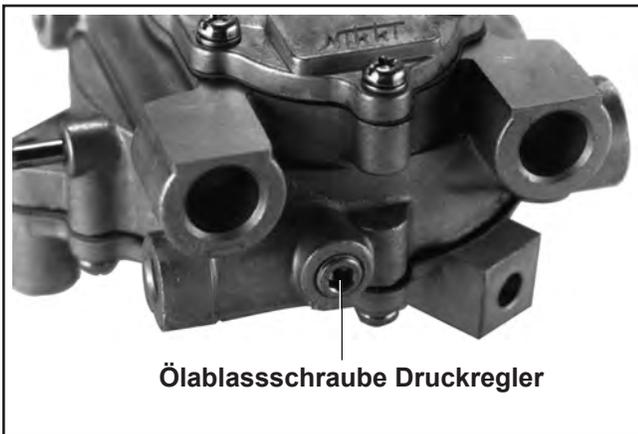

Abbildung 5A-23. Ablassschraube des Druckreglers (einige Modelle).
3. Den Leitungsverschluss 1/8 Zoll vom Boden des Druckreglers entfernen und die angesammelten Ablagerungen ablassen. Siehe Abbildung 5A-23.